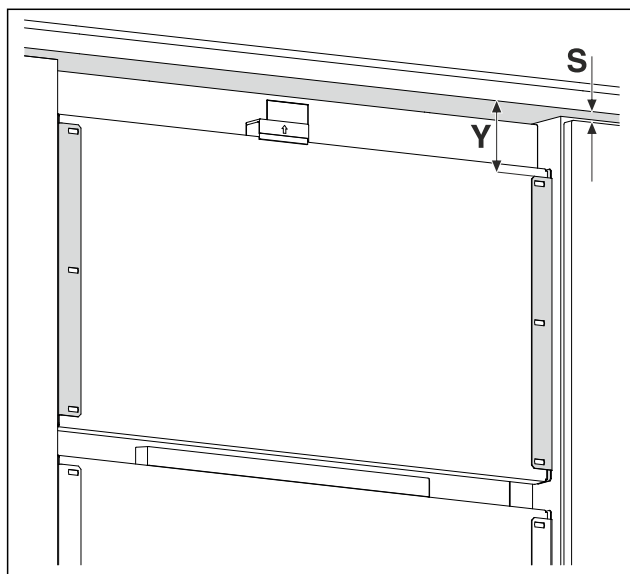

Fig. 16 Приклад зображення
- Виміряйте відстань Fig. 16 (Y) від нижнього краю фасаду меблів до кріпильного кутника.
- Виміряйте відстань Fig. 16 (S) від нижнього краю фасаду меблів до верхнього краю меблевих дверей.